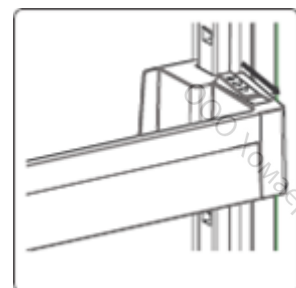

Рис. 1
- Возьмитесь за нижнюю часть полочки и потяните фиксаторы двух сторон в направлении стрелки. (Рис. 1)
1. Нажмите на крючки на крышке лампочки. (Рис. 1)